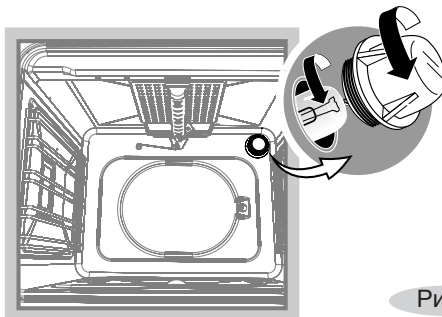

Рис.25
- Открутите стеклянный плафон (рис.25).